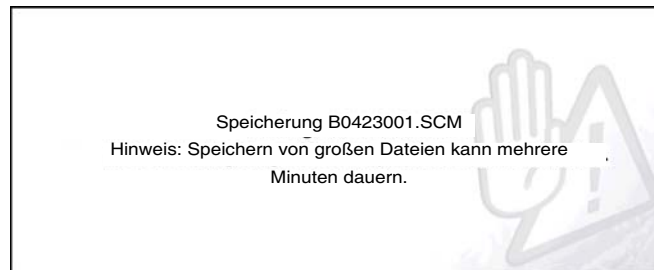

Abbildung 4-37
- Tippen Sie während der Datenerfassung oder Einsicht von Daten auf das Symbol **Speichern**. Eine Bildschirmmeldung teilt Ihnen mit, dass die Datendatei gespeichert wird (Abbildung 4-37).